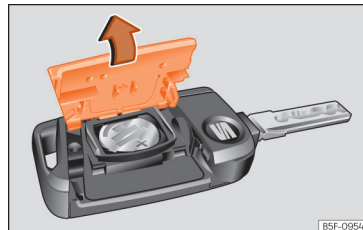

Fig. 45 Chave do veículo: abertura da tampa do compartimento da pilha.
- Retire a tampa na parte traseira da chave do veículo na direção da seta »» Fig. 45 , »» ① .